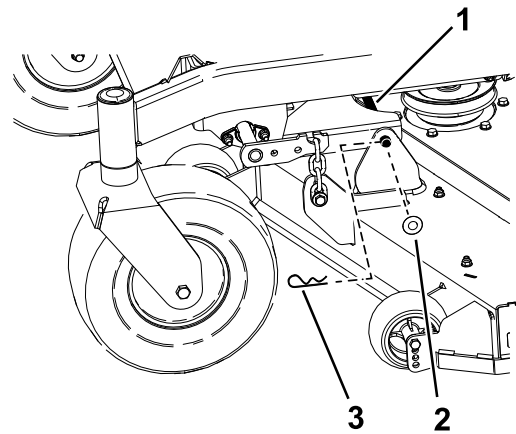

Figura 77
- Retire la chaveta y la arandela que sujetan el pasador de enganche al bastidor y a la carcasa; retire el pasador de enganche (Figura 77).
9. Sujete el perno de enganche con las chavetas y las arandelas que retiró anteriormente (Figura 77).